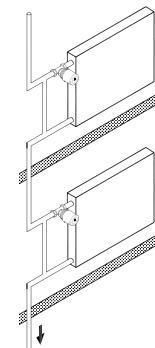

Рис. 2
1. В однотрубной системе отопления с терморегуляторами обязательно должен быть предусмотрен замыкающий участок между подающей и обратной подводками к радиатору (рис. 2). Диаметр замыкающего участка рекомендуется принимать на один типоразмер меньше диаметра подводок.